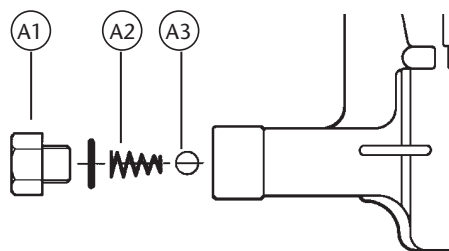

Fig. 2
- Desenroscar la tuerca de salida (A1) y sacar el muelle (A2) y la bola (A3) (fig. 2).